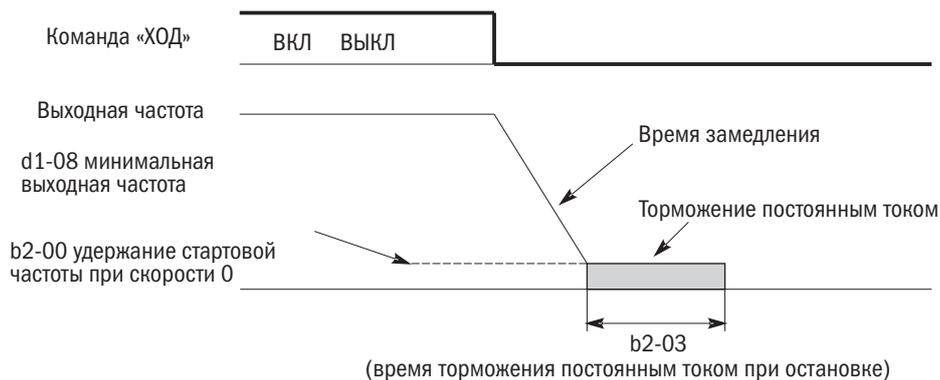

Рисунок 46 – Замедление для остановки
- Для регулирования напряжения/частоты при разомкнутом контуре, векторном управлении разомкнутым контуром: если выходная частота падает ниже значения b2-00, включается система торможения постоянным током на время, установленное в b2-03. Смотри рисунок 46.